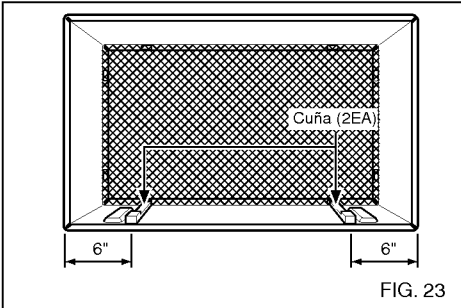

FIG. 23
- 7** Para lograr una pendiente de posterior para el drenaje de la unidad, retire el envoltorio de las cuñas de 11-13/16" y acóplelas según se muestra a continuación en la FIG. 23. Coloque el extremo más alto de la cuña en la parte frontal de la base del soporte de pared.